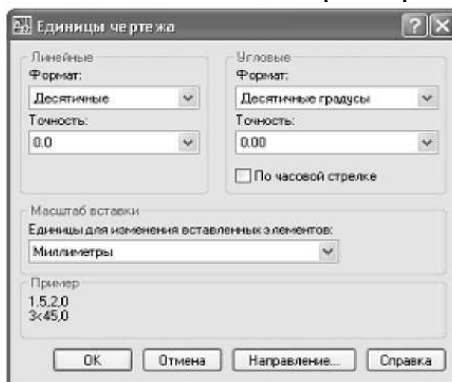

Рис.3 Диалоговое окно Единицы чертежа (Drawing Units) после настройки параметров единиц измерений
2. Выберите из раскрывшегося списка элемент 0.00. Теперь параметры диалогового окна Единицы чертежа (Drawing Units) показывают, что в чертеже будет использоваться система десятичного представления линейных единиц (Десятичные (Decimal)) с точностью 0.1 мм и система десятичного представления угловых единиц, выраженная в градусах и десятичных долях градуса (Десятичные градусы (Decimal Degrees)), с точностью 0.01 градуса (рис.3).